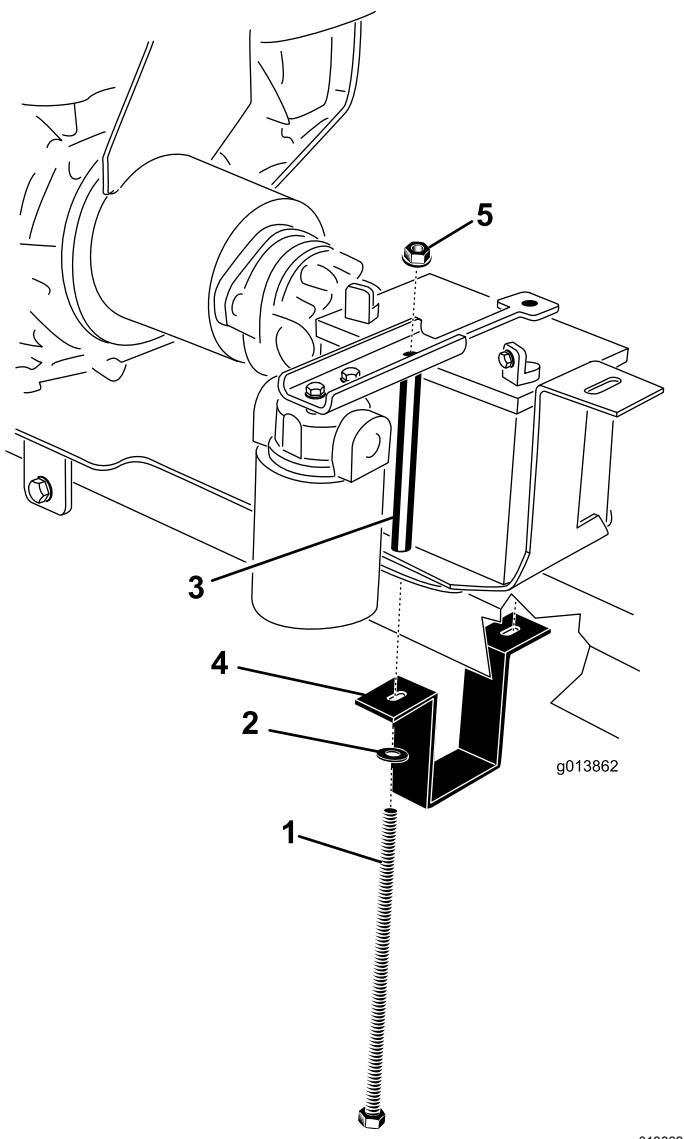

Figure 8
2. Boulon de montage (2)
11. Placez la batterie sur son support, en positionnant les bornes comme montré à la Figure 8.
12. Placez la barrette de maintien sur la batterie (Figure 8).
13. Maintenez la patte de fixation de la batterie autour du dessous du tube d'attelage (Figure 8).
14. Du côté droit, insérez un boulon dans la rondelle, la patte de fixation de la batterie, la plaque de montage du moteur, le support de la batterie, l'entretoise du boulon et la barrette de maintien de la batterie. Placez et serrez légèrement un écrou à embase (Figure 8).
15. Du côté gauche, insérez un boulon dans la rondelle, la patte de fixation de la batterie, la plaque de montage du moteur, le support de la batterie, l'entretoise du boulon et la barrette de maintien. Placez et serrez légèrement un écrou à embase (Figure 8).